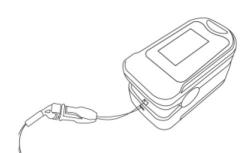

Figura 4 Montaggio del cordino di supporto
- Passo 1 Posizionare l'estremità del cordino attraverso il foro, come mostrato nella figura 4.